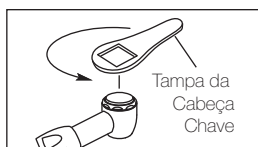

Fig. 7
- 3) Coloque a chave da tampa na cabeça e gire no sentido anti-horário. Desparafuse e separe tampa. (Fig. 7)